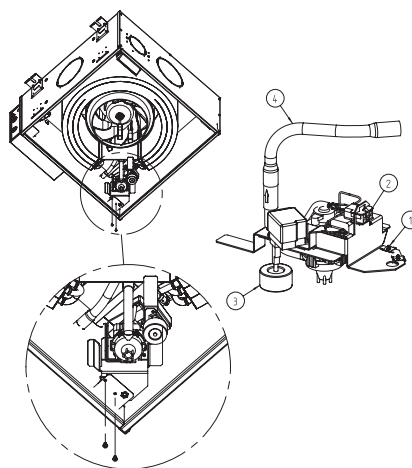

Fig. 26
- Enlever les 2 vis de fixation (Fig.26, point 1);
- Débrancher le câble d'alimentation du moteur de la pompe à condensat (Fig.26, point 2);
- Désenfiler le tuyau en PVC (Fig.26, point 4);
- Pour vérifier que la nouvelle pompe à condensat fonctionne correctement, appuyer sur le interrupteur à flotteur (Fig.26, point 3) vers le haut.